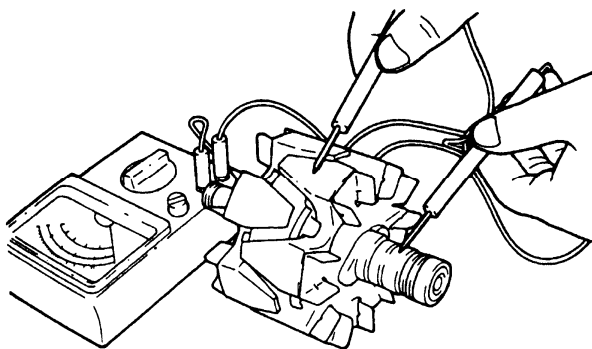

图 9-41
②检查滑环与铁心间的导通状况，如导通，应更换转子（见图 9-41）。